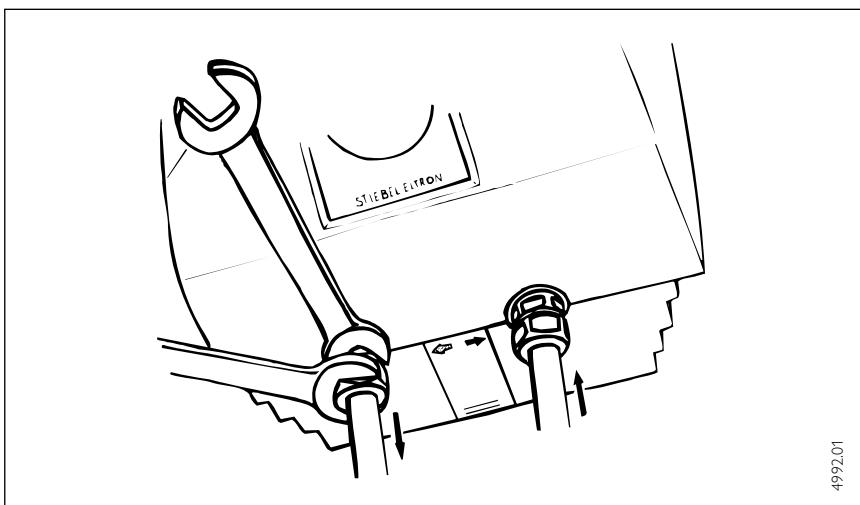

Abb. 8/Fig. 8/Afb. 8
- Speicher senkrecht, Wasseranschlüsse nach unten (Abb. 8).
- Boiler vertical, water connections down (Fig. 8).
- Installer le chauffe-eau à la position verticale, raccordements hydrauliques vers le haut (Fig. 8).
- Boiler loodrecht, waternaansluitingen naar beneden (Afb. 8).